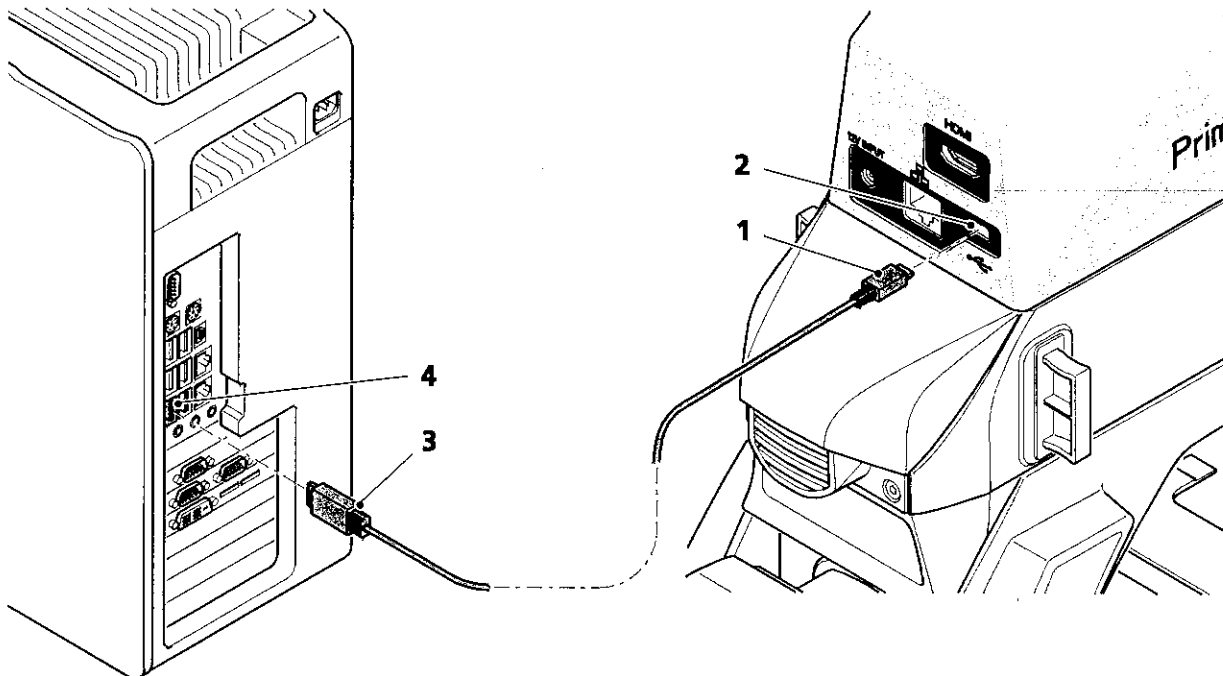

Bild 7 Datenübertragung zum PC über USB-Port
- Mini-USB-Stecker (Bild 7/1) in den USB 2.0-Ausgang (Bild 7/2) an der Rückseite des Mikroskops einstecken.
- USB 2.0-Stecker (Bild 7/3) in den PC (Bild 7/4) einstecken.